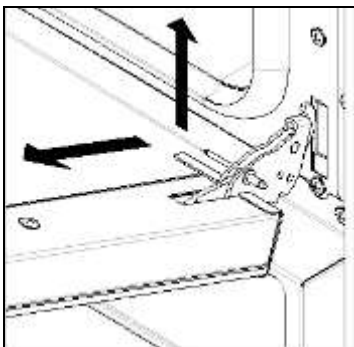

Fig. 2
Programmierung der Kochtemperatur - Den Drehknopf des Regelthermostats (Abb. 2) auf die gewählte Kochtemperatur drehen.
- die Tür etwas heben und herausziehen (Abb. 2)